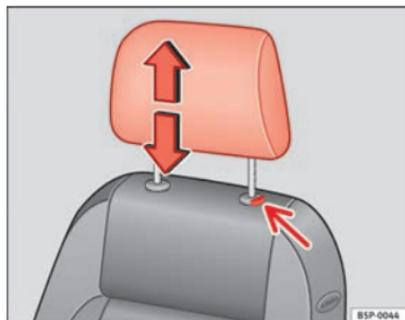

Fig. 70 Poggiatesta: regolazione dell'altezza oppure smontaggio
- Premere il tasto ⇒ fig. 70 (freccia).